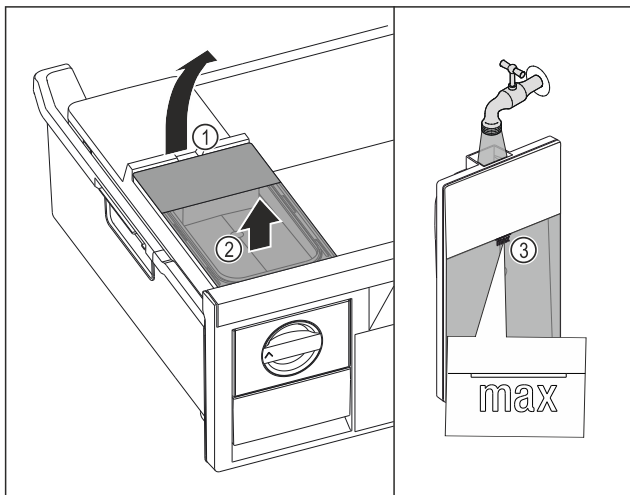

Fig. 213
- Ridicați rezervorul de apă de la degajare Fig. 213 (1).
- Scoateți rezervorul de apă în sus. Fig. 213 (2)
- Umpleți rezervorul de apă până la marcaj Fig. 213 (3) cu apă potabilă.